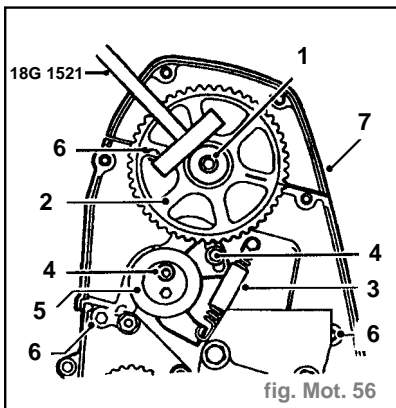

fig. Mot. 56
- Immobiliser le pignon d'arbre à cames à l'aide de l'outil **18G 1521** et enlever le boulon et la rondelle maintenant le pignon d'arbre à cames sur l'arbre à came (1) (fig. Mot. 56).